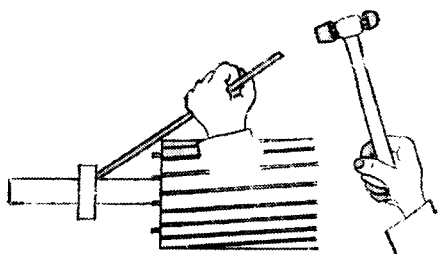

图 1-14 敲打拆卸轴承
(2) 用铜棒拆卸 将铜棒对准轴承内圈,用锤子敲打铜棒,把轴承敲出,如图 1-14 所示。用此法时要注意,在轴承内圈上相对两侧轮流敲打,反复进行,不可偏敲一边,用力也不能过猛。千万不要用锤子直接敲打轴承。